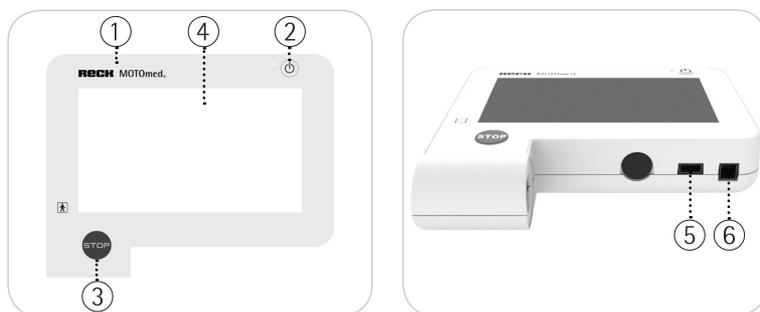

Abb. 5.1, 5.2
siehe Abb. 5.1 Drücken Sie die ‚Ein/Aus‘ -Taste ② und schalten Sie Ihr MOTomed ein. Das MOTomed initialisiert sich und geht in Betriebsbereitschaft. Der Homescreen erscheint.
siehe Abb. 5.1 Mit der roten ‚Stop‘ - Taste ③ können Sie Ihr Training jederzeit unterbrechen.